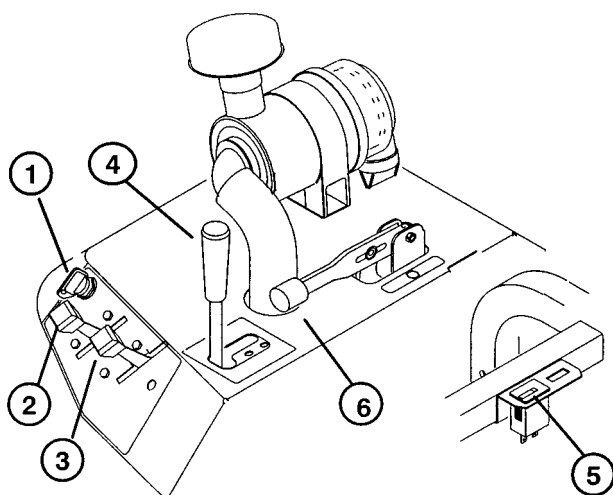

Fig. 7
**Interruttore di accensione** (Fig. 7)—L'interruttore di accensione, per l'avviamento e l'arresto del motore, ha tre posizioni: OFF, RUN (marcia) e START. Girare la chiave in senso orario, in posizione START, per innestare l'avviatore. Quando il motore si avvia, rilasciare la chiave, che si sposta automaticamente in posizione ON. Per spegnere il motore girare la chiave in senso antiorario, in posizione OFF.
**Arricchitore** (Fig. 7)—Per avviare il motore a freddo, chiudere l'arricchitore della miscela spostando in avanti il comando, in posizione "CLOSED". Avviato il motore, regolare in modo da mantenerne la velocità regolare. Non appena possibile, aprire la farfalla dell'arricchitore sollevando il comando in posizione "OPEN". Se il motore è caldo l'arricchitore potrebbe non essere indispensabile.
**Leva acceleratore** (Fig. 7)—La leva è collegata al leveraggio della valvola a farfalla con il carburatore, e lo attiva. Il comando è provvisto di due posizioni: SLOW e FAST. La velocità del motore viene variata tra queste due registrazioni.
**Contaore** (Fig. 7)—Indica il totale delle ore di funzionamento della macchina. Il contaore scatta ogni volta che si gira la chiave in posizione “ON”.
**Amperometro** (Fig. 7)—L’amperometro fornisce indicazione del livello di carica o scarica della batteria.
**Leva di sollevamento** (Fig. 7)—Per sollevare l’attrezzo tirare la leva verso l’alto; per abbassarlo, spingere la leva verso il basso. Ottenuta la posizione desiderata, rilasciare la leva, che ritorna in posizione neutra.
**Freno di stazionamento** (Fig. 7)—Per innestare il freno di stazionamento tirare indietro la leva; per disinnestarlo spingere la leva in avanti.